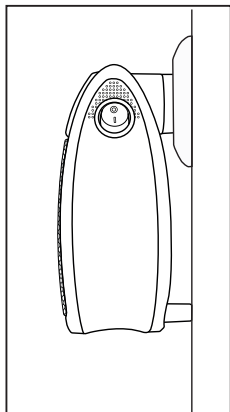

Abb. 1
- Das Gerät darf nur in einer Netzsteckdose in aufrechter Position und komplett montiert betrieben werden. Die Abstandshalter 10 müssen die Wand berühren (siehe Abb. 1).